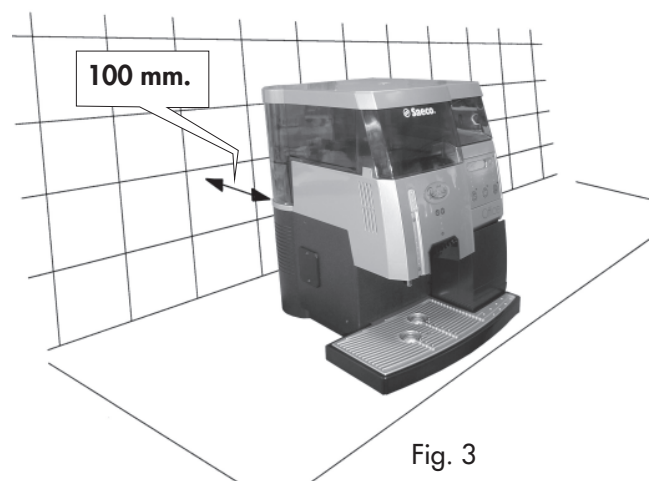

Fig. 3
- prévoir une distance minimale des parois du distributeur, comme l'indique la figure 3.
- Prévoir une distance minimale des parois de l'appareil comme le montre la figure 3